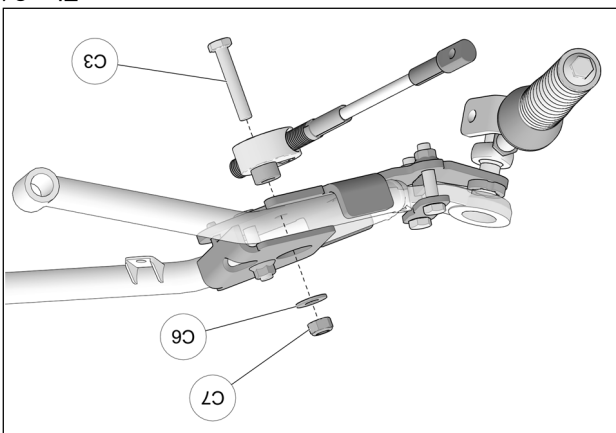

Fig. 21
12. Positionner le boulon (C3) et le disque en aluminium du limiteur de conduite au trou central, sous l'ancrage. Passer la rondelle (C6) et l'écrou (C7) par le dessus, à travers le couver, et fixer le limiteur de conduite en place. Serrer l'écrou à un couple de 50 N•m [37 lb•pi]. Voir la Fig. 21